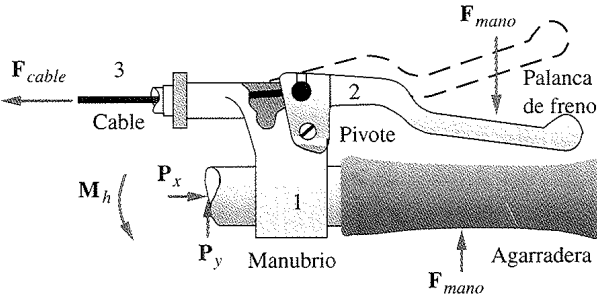

FIGURA P2-11 Problema 2-30 Ensamble de palanca de freno de mano de bicicleta
- 2-30 La figura P2-11 muestra el ensamble de palanca de freno de mano de una bicicleta. Trace un diagrama cinemático de este dispositivo y dibuje su eslabonamiento equivalente. Determine su movilidad. (Sugerencia: Considere que el cable flexible es un eslabón.)